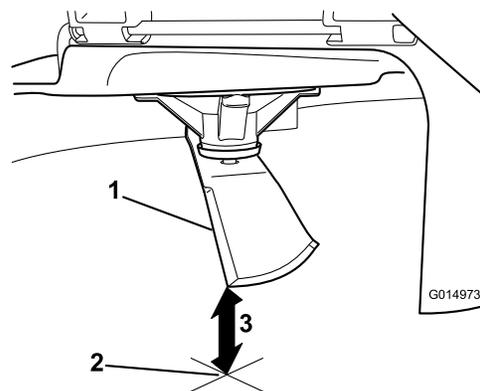

Рисунок 62
5. Измерьте расстояние от конца ножа до плоской поверхности (**Рисунок 62**).